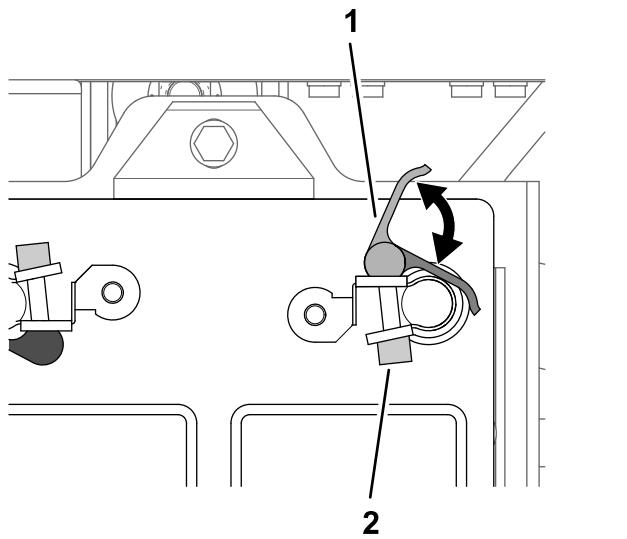

Figure 210
2. Ouvrez la poignée du collier de connexion rapide à poignée de verrouillage noire (Figure 210).
4. Fermez la poignée de verrouillage du collier de connexion rapide (Figure 210).